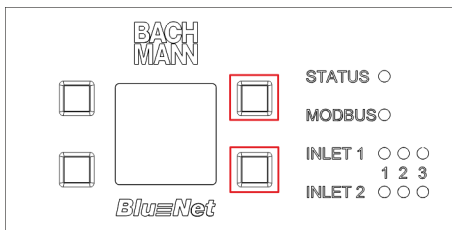

Abb. 83: Display mit Bedientasten
1. Die zwei Tasten rechts neben dem Display drücken und gedrückt halten (Abb. 83/rote Markierung).
4. Die zwei Tasten rechts neben dem Display loslassen (Abb. 83/rote Markierung).